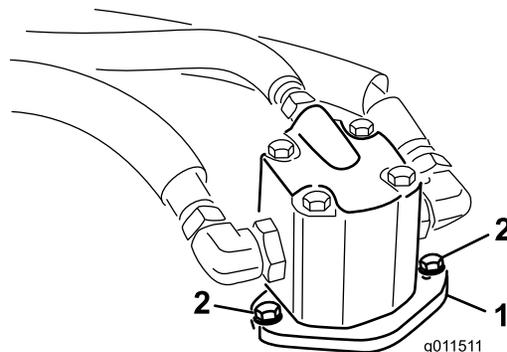

Рисунок 100
4. Выверните болты крепления гидроцилиндра к деке газонокосилки (Рисунок 100).